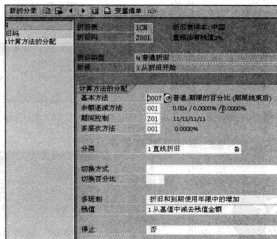

图 10-66 定义“折旧码”中“计算方法的分配”
STEP 3 同样选择某条已经创建好的“折旧值码”,单击左栏中的“计算方法的分配”选项,可以在右栏中编辑该“折旧码”对应的“折旧类型”、“阶段”、“基本方法”、“期间控制”、“分类”、“残值”等相关信息,如图 10-66 所示。